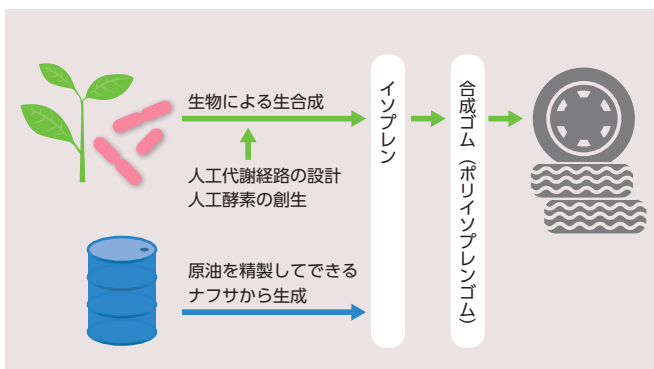

図1 合成ゴム原料イソプレンの生産
**白井:**合成ゴムの原料となるイソプレンを、生物によって大量生産するための技術開発を目指しています(図1)。